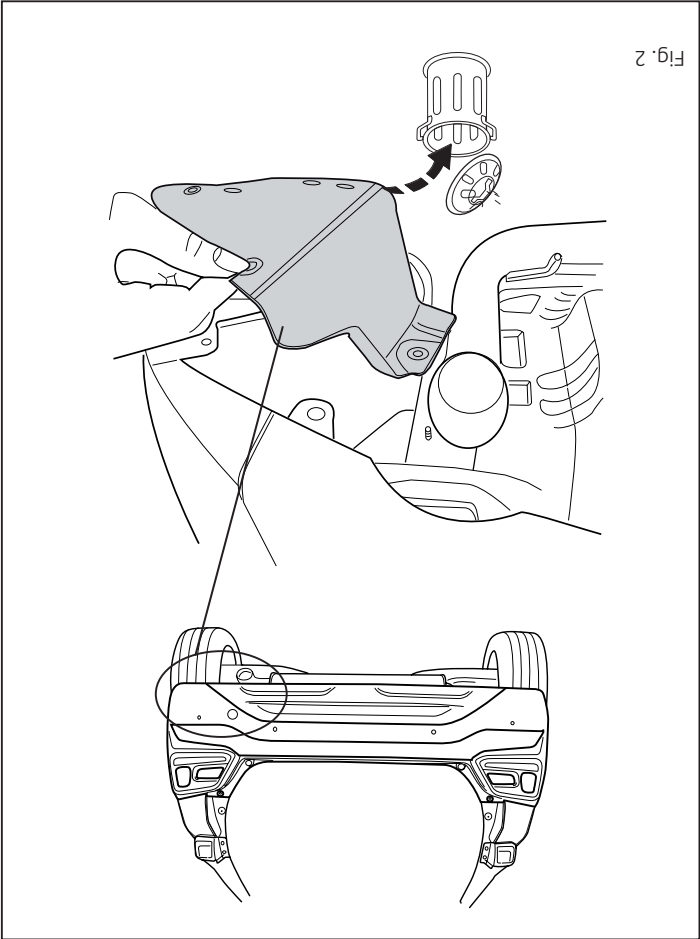

Fig. 2
2. Die Kunststoffschutzkap abmontieren. Siehe Abbildung 2.
2. Démontez la cache de protection en plastique. Voir la figure 2.